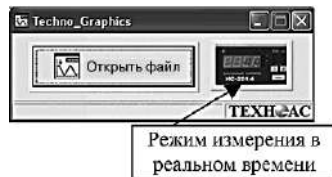

рис.24
- Нажать на правую кнопку при запуске программы TG (рис.24).